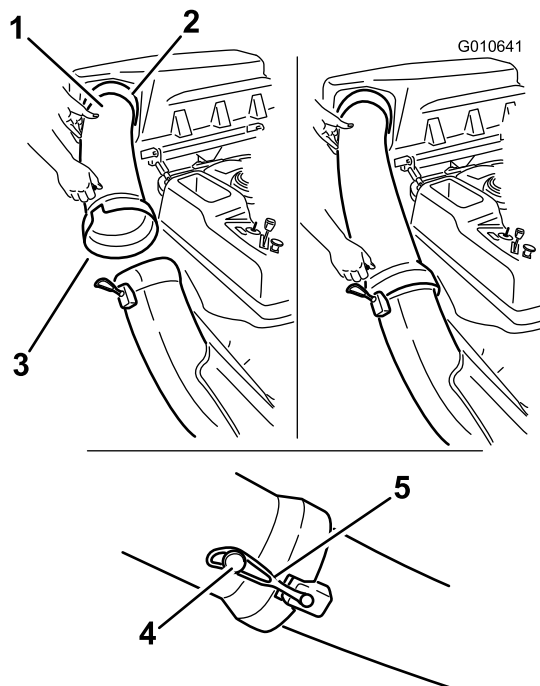

Figura 16
1. Introduzca el extremo curvo del tubo de descarga en el orificio de la tapa del ensacador (Figura 16).
2. Coloque el extremo abocinado del tubo de descarga sobre el extremo del conducto. Enganche la correa de goma del conducto alrededor de la clavija del tubo de descarga (Figura 16).